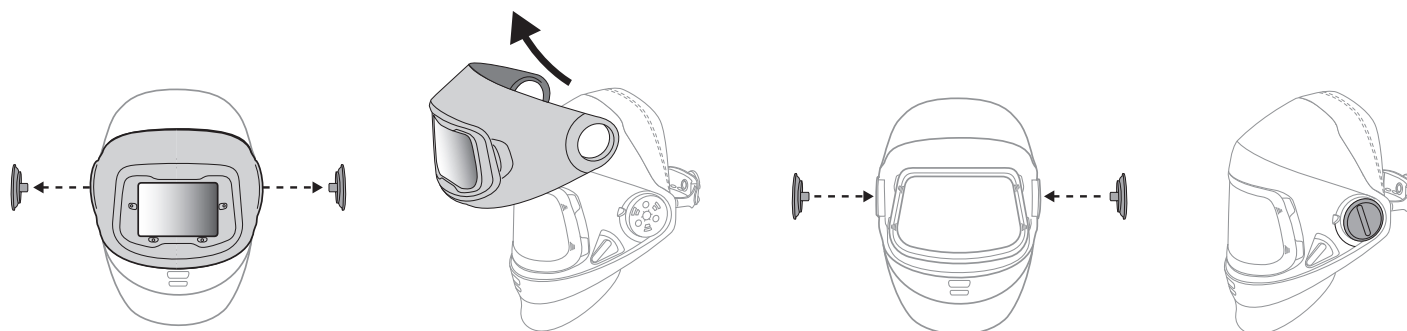

Fig. 9
b. Retirer l'écran de masque utilisé pour le soudage externe et remettre les boutons de pivot (Fig. 9).